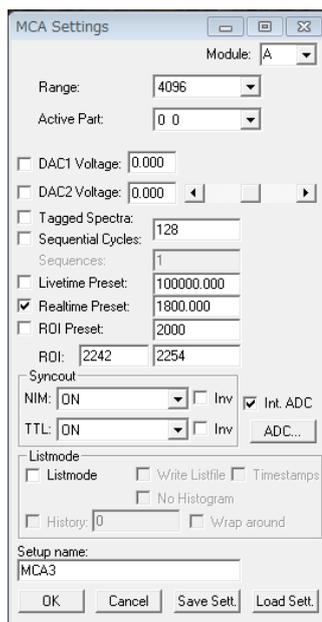

図 5. 測定条件のセッティング画面
④ サンプルチェンジャー
- ・測定時間を決定する条件、例えば硼素からの即発 γ 線のピークカウント、水素からの即発 γ 線のピークカウントを設定する。MCA-3 の Options->Range, Preset で立ち上がる MCA Setting ウィンドウ内 ROI Preset 右のテキストボックスに測定したいピークカウントを入力する(図 5 参照)。ROI 右のテキストボックスには測定したい即発 γ 線のピークチャンネルの幅を入力する。Livetime や Realtime に測定時間(秒)を入力することも可能である。